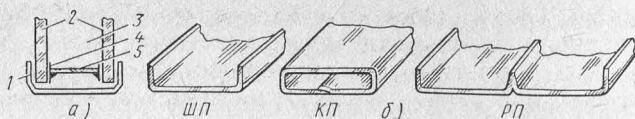

Рис. 2. Профильное стекло:
**Стеклопакеты** (рис. 2,а) (ГОСТ 24866—81) — это изделия, состоящие из двух листов стекла или более, соединенных между собой по периметру таким образом, что между ними образуются герметически замкнутые камеры, заполненные обезвоженным воздухом. По способу изготовления они делятся на клееные и паяные. В зависимости от количества стекол и воздушных камер между ними стеклопакеты бывают одно-, двух- и трехкамерные с расстоянием между стеклами 15 и 20 мм. Стекла применяют оконные, витринные неполированные и полированные и др. Толщина стеклопакетов 22, 24, 26, 28, 30, 32 и 34 мм.
Профильное стекло (рис. 2,б) изготавливают трех типов: швеллерное профильное, коробчатое профильное (с одним и двумя швами) и ребристое профильное (табл. 2).